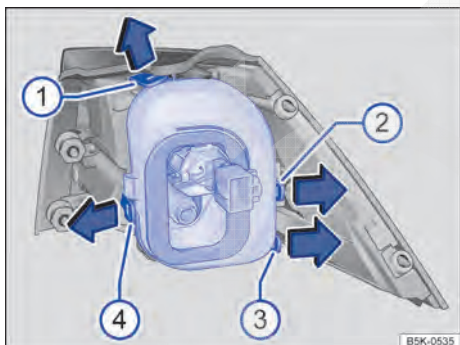

Fig. 208 Lanterna traseira na carroceria: desinstalar o suporte da lâmpada. Tiras de travamento 1 a 4.
7. Para destravar o suporte da lâmpada, pressionar as tiras de travamento → Fig. 208 ① a ④ no sentido da seta.